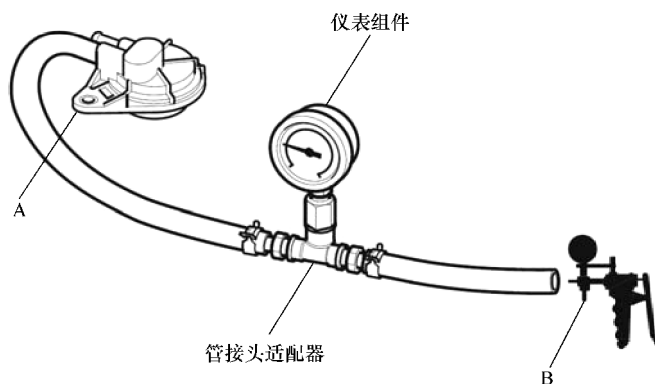

图 20-5 安装仪表组件和真空泵
- 3) 将蒸气管从 EVAP 双通阀 A 上断开。如图 20-5 所示，将它连接到组合仪表组件、管接头适配器和真空泵 B 上。